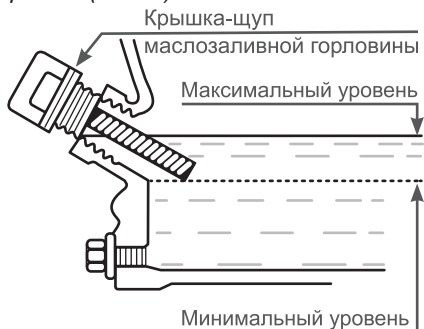

Рис. 8 Проверка уровня масла в картере
*Максимальный уровень масла в картере соответствует нижней кромке заливного отверстия (Рис. 8).*
5. При недостаточном уровне масла в картере необходимо долить чистое масло до верхней отметки на щупе, что соответствует нижней кромке заливного отверстия (Рис. 8).